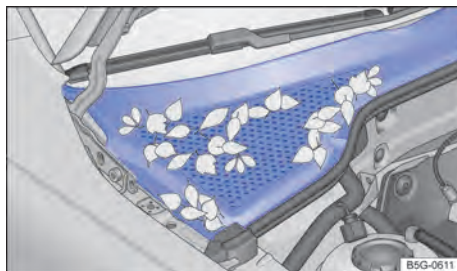

Fig. 285 Entre o compartimento do motor e o para-brisa: caixa de água (representação esquemática).
Caixa d'água, compartimento do motor: remover folhagens e outros objetos soltos com um aspirador ou com a mão → Fig. 285 → ①. A limpeza do compartimento do motor deve ser sempre realizada por uma Concessionária Volkswagen ou por uma empresa especializada → ⚠.